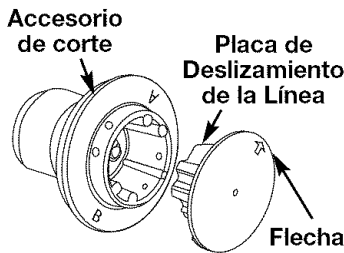

Fig. 10
3. Reinstale la placa de deslizamiento (Fig. 10). Alinee la flecha con **A**.